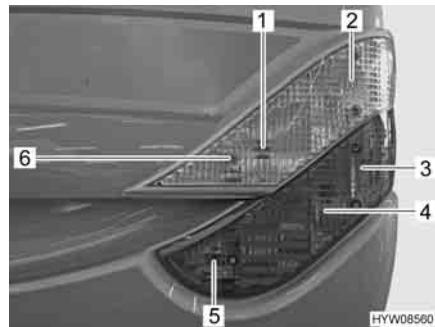

Fig. 179 Luci posteriori (lato anteriore)
- Svitare le sei viti ad esagono cavo (Fig. 179,6)